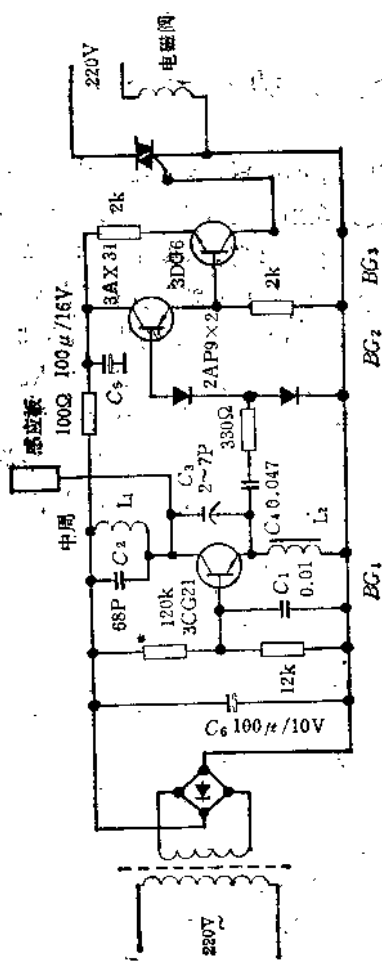
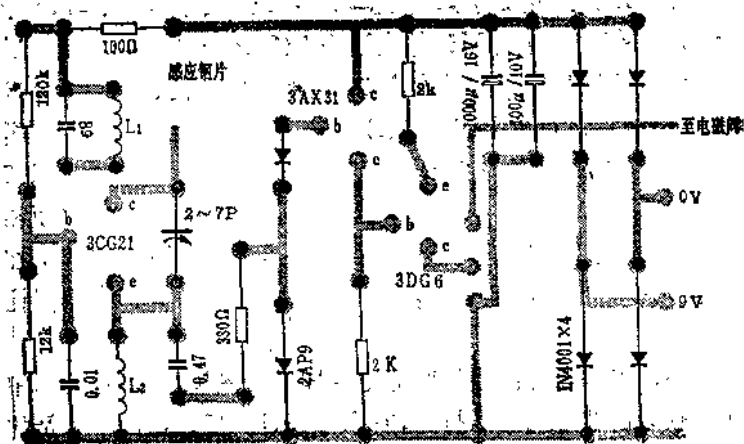
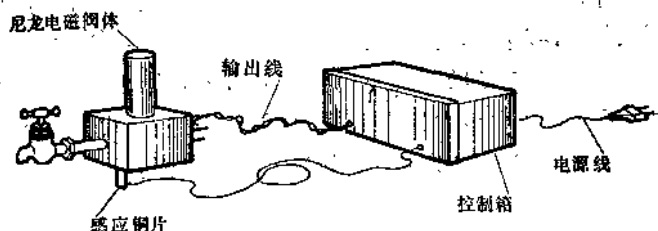

图 1-1 自动开关水龙头装置电路图
图 1-6 (图1-1的印板图)
图 1-7 自动开关水龙头安装连接图
自动开关水龙头,是由三部分组成的。第一部分是一个接近感应振荡器和检波、低放电路;第二部分是双向可控硅无触点开关;第三部分是小型电磁阀(电路图见图 1-1)。
4. 工作原理:当线圈通电后即产生磁场,吸动尼龙阀中的图(2)铁芯,阀门即打开,有水可通过。反之,由于弹簧的作用力,铁芯将阀门垂直孔封闭,水无法通过,铁芯头上的橡皮起密封作用,以防在闭合处漏进来。在电磁阀线圈中串联一个二极管,其作用有两点:一是省电,这时电压有效值为原来的0.45,二是提高电磁阀吸合的可靠性,因为交流电磁阀产生的交流磁场,其方向在不断改变,不仅场强会相互抵消,而且会产生很大的交流振动声,而用直流电则无此缺点。图1-6是图1-1的印板图、图1-7是外形图。